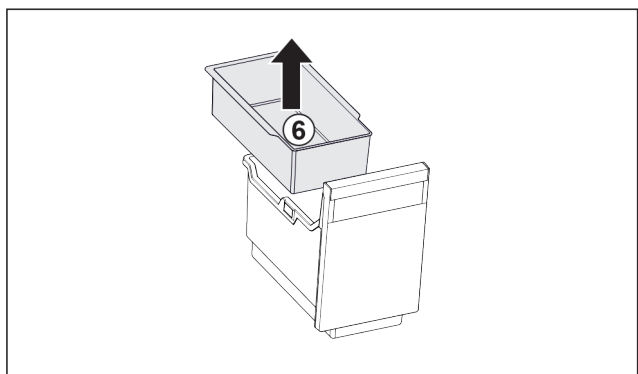

Fig. 34
- ▶ Rimuovere la vaschetta da agganciare Fig. 34 (6).